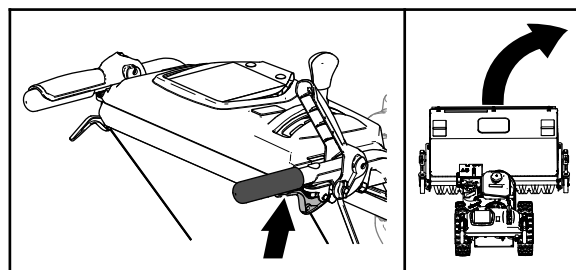

Figure 17
- Pour tourner à droite, serrez le levier de commande de déplacement et le levier de débrayage de la roue droite (Figure 17).